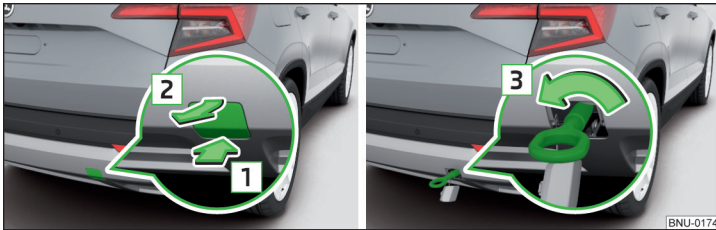

Abb. 329 Abdeckkappe abnehmen / Abschleppöse einbauen
- › Zum **Abnehmen** auf den unteren Bereich der Abdeckkappe in Pfeilrichtung **1** drücken und diese in Pfeilrichtung **2** abnehmen » **Abb. 329**.
- › Zum **Einbauen** die Abschleppöse von Hand in Pfeilrichtung **3** » **Abb. 329** bis zum Anschlag einschrauben » **!**.